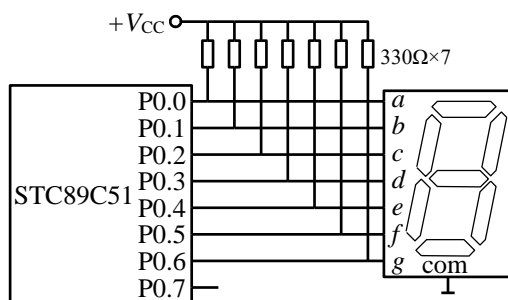

图 5
5.如图 5 所示单片机控制数码管电路示意图，P0 口输出的数据为 0xcf 时，数码管显示的数字是 ()